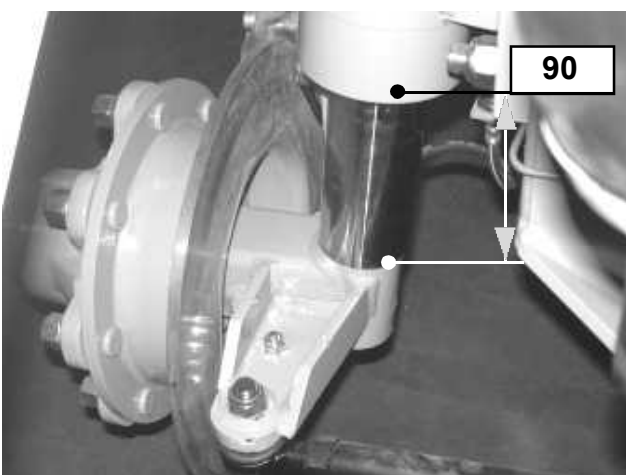

FIG. 23
7. Schakel de motor uit en voer de afstelling uit (Fig. 23) door de kranen “B” (Fig. 19/A - Fig. 20/A) te openen en te sluiten.